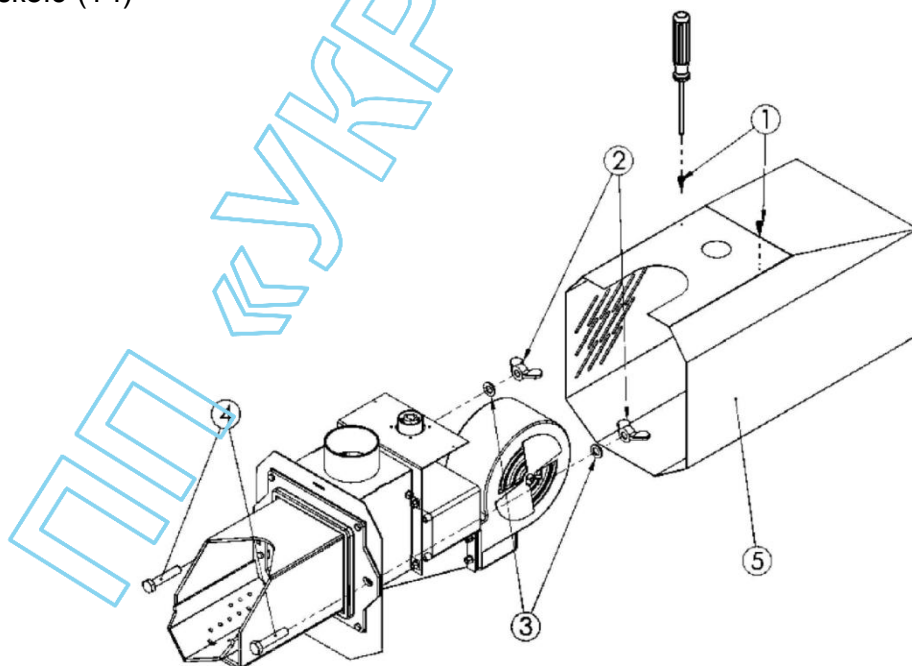
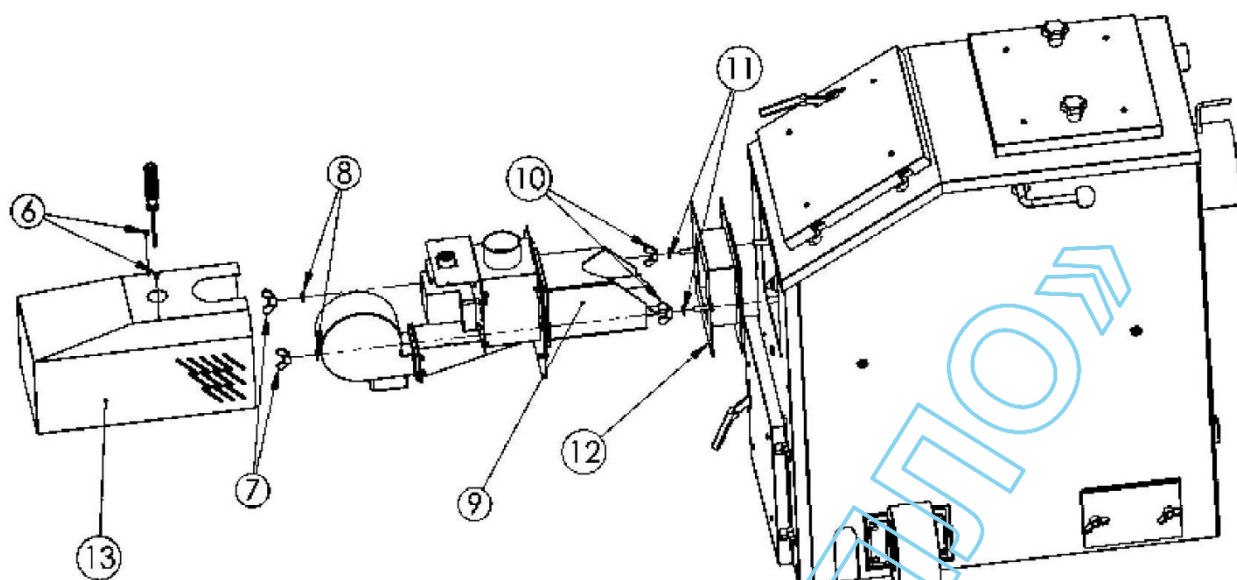
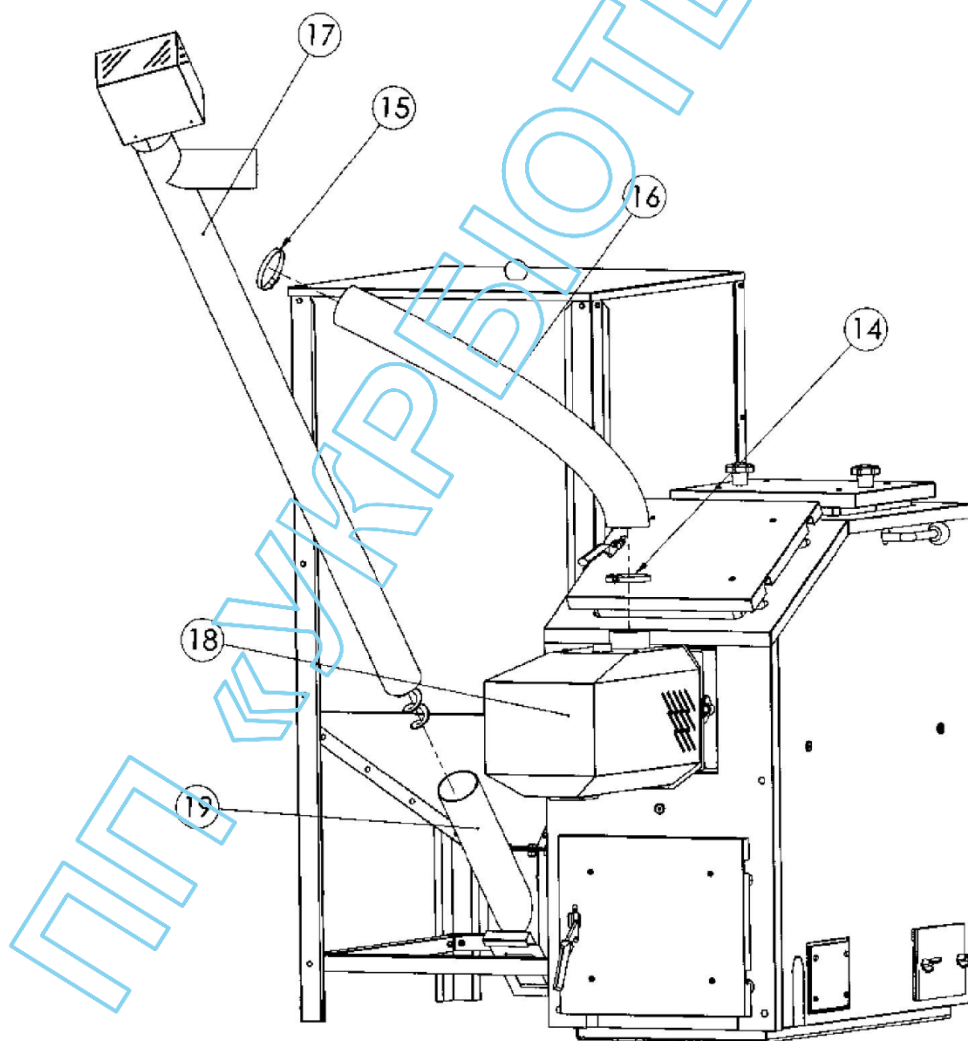

Рис.12. Демонтаж корпусу пальника Platinum Bio
Рис.13. Монтаж корпусу пальника Platinum Bio
Рис.14. Монтаж бункера
1. Оновити гвинти (1), що фіксують корпус пальника (рис.12).
2. Зняти корпус пальника (5), відкрити два барашка (2) і вийняти два гвинти (4) з двома підкладками (3)
3. Встановити пальник (9) в адаптер (12), прикручуючи його двома барашками (10) з підкладками (11) (рис.13). Адаптер (12) з пальника (9) прикріпити в котлі двома барашками (7) з підкладками (8.)
4. Встановити корпус пальника (13) фіксуючи його гвинтами (6)
5. Помістити трубу подачі (17) у фіксуючу трубу (19) (рис.14)
6. Встановити еластичний шланг (16) на трубу подачі (17) і захистити затисною пов'язкою (15)
7. Встановити еластичний шланг (16) на трубу пальника (18) і захистити затисною пов'язкою (14)